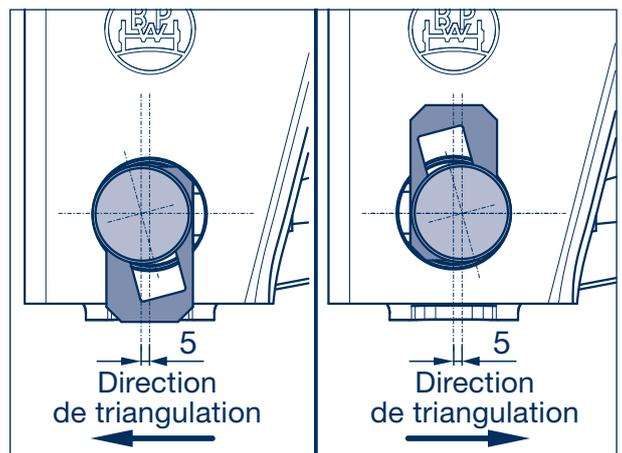

Figure 10
- [12] Pour corriger, desserrer un peu les écrous de sûreté (1168, surplat 36 / surplat 46) sur le boulon de ressort (1154) et déplacer la cale à coulisse (1161) des deux côtés, selon la direction de triangulation, vers le haut ou vers le bas à légers coups de marteau (figures 10 - 11).